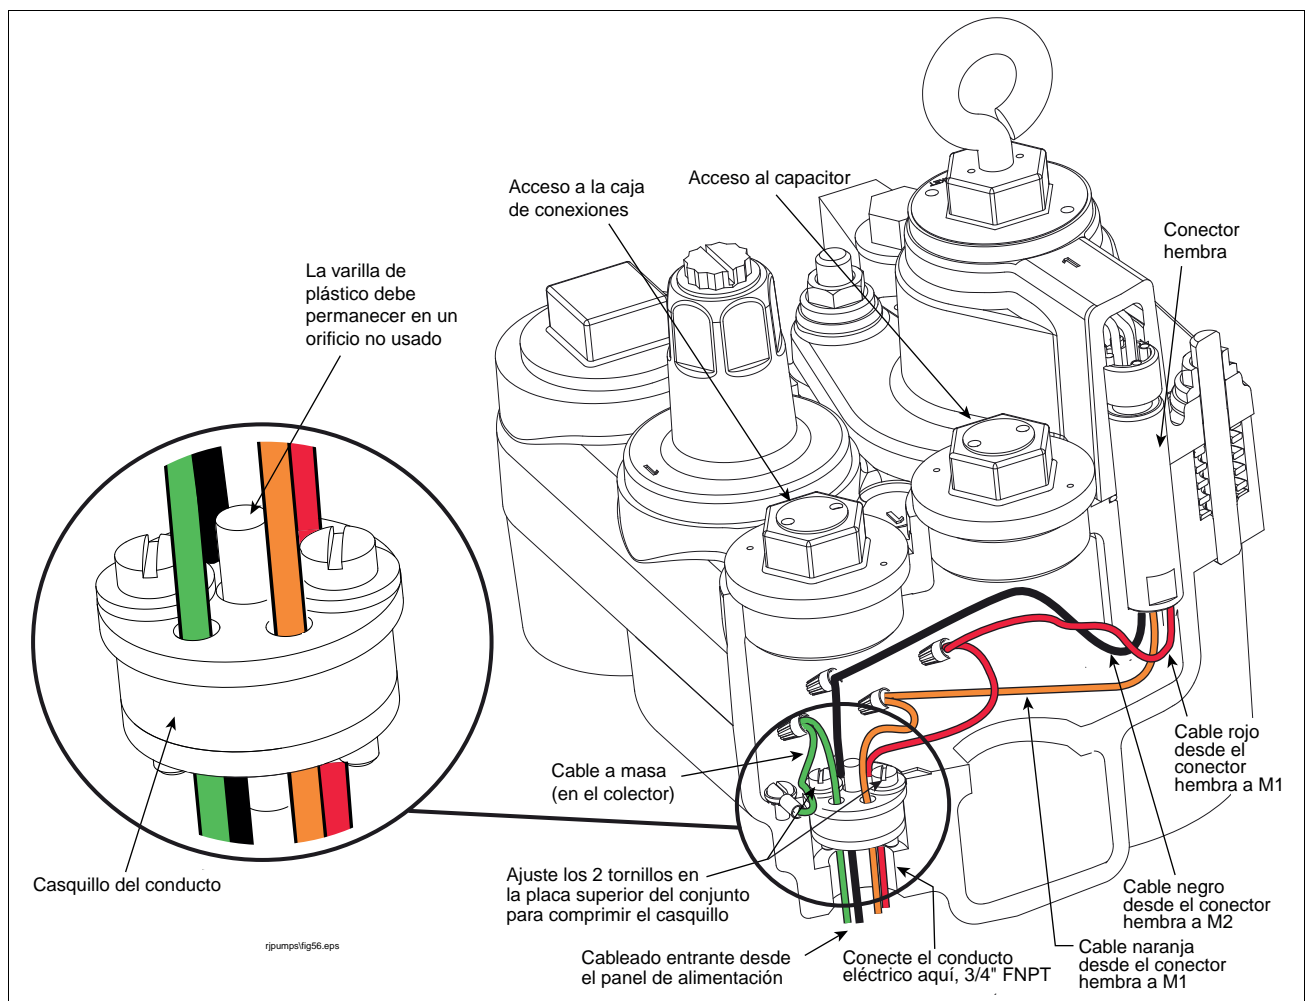

Figura 17. El cableado de alimentación entra por el casquillo de compresión - ejemplo de bomba trifásica abajo
1. Conecte las conexiones aprobadas del conducto eléctrico a la entrada de cableado de alimentación en la caja de conexión eléctrica del colector (vea el ejemplo de corte en Figura 15 para un cableado de alimentación de fase simple o Figura 17 para el cableado de alimentación trifásico).
Vea Figura 17 para los pasos 1 a 5.